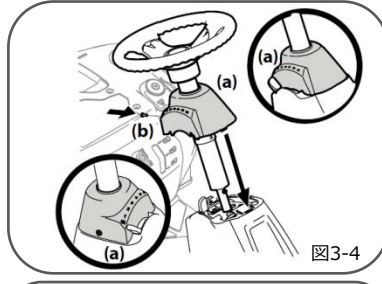

図3-4
6. 乗用芝刈機の上にキャップ(a)を滑らせて少し回転させながらセットします。ネジ(b)でキャップ(a)を固定してください。(図3-4参照)